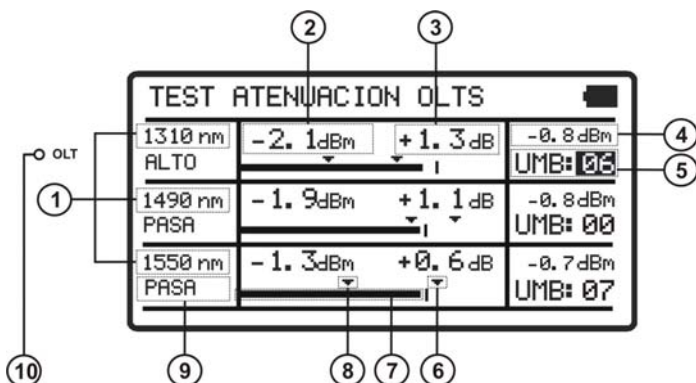

Figura 8.- Pantalla TEST ATENUACIÓN OLTS.
- 3.- Pulse **SEL**  [4] para entrar en la pantalla (ver figura 8).